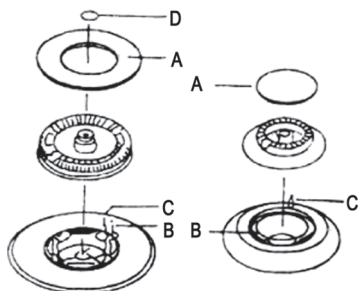

Рис. 1
- После зажигания пламени, удерживайте ручку нажатой около 10 секунд. Это время необходимо для нагрева “термопары” (рис.1-С) и задействования предохранительного клапана, который в противном случае перекроет подачу газа.